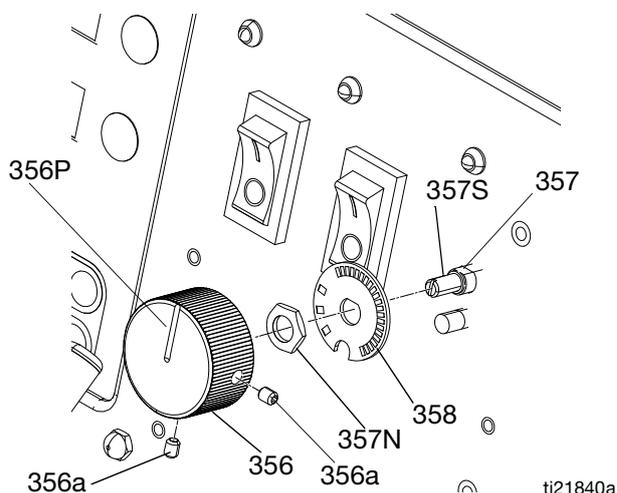

図 9 ファンクションノブ/可変抵抗器
4. 図 9 を参照してください。2 本の固定ネジ (356a) を外して、ファンクションノブ (356) を可変抵抗器 (357) のシャフトから引き抜きます。
5. ナット (357N) と位置決め用のプレート (358) を外します。
6. 逆の手順で新しい可変抵抗器 (357) を取付けます。可変抵抗器はスロット (357S) が水平になるように取り付けてください。ノブ (356) はポインター (356P) が上を向くように配置します。スロット (357S) がノブの位置決めピンにはまるようにノブをシャフトに取り付けます。ノブをシャフトに差し込み、位置決め用のスプリングに押しつけてから、固定ネジ (356a) を締めます。